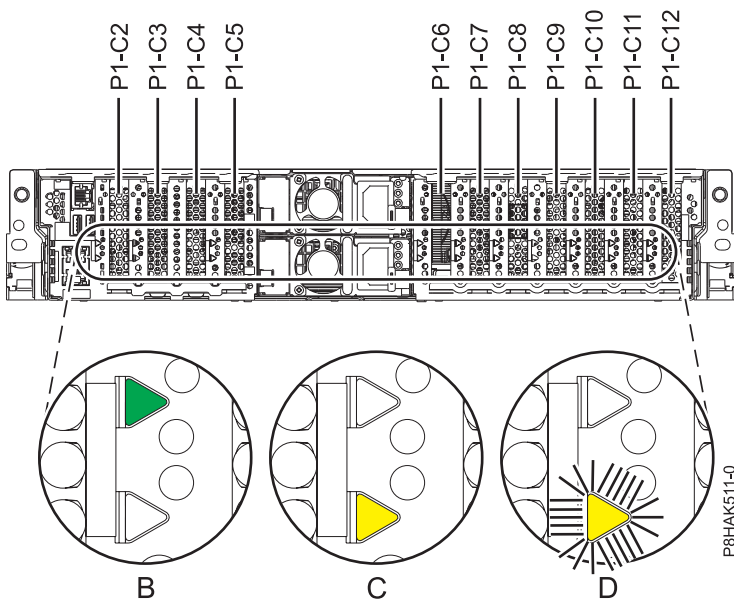

Figure 31. Emplacements des cartes PCIe et emplacements des voyants sur le système 5148-21L, 5148-22L, 8247-21L, 8247-22L, 8284-21A ou 8284-22A
6. Familiarisez-vous avec les emplacements de carte PCIe et les voyants d'activité pour la carte PCIe sur laquelle vous souhaitez exécuter des tâches de maintenance. Les cartes PCIe sont installées à l'arrière du système. La figure 31, à la page 50 illustre les emplacements des cartes PCIe sur un système 5148-21L, 5148-22L, 8247-21L, 8247-22L, 8284-21A ou 8284-22A et les emplacements des voyants pour la carte PCIe.